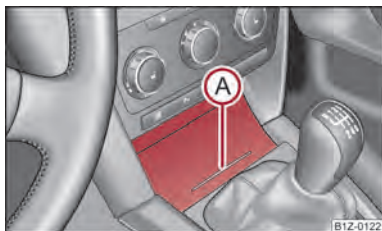

Fig. 79 Console centrale AV : Vide-poches
- Appuyez sur la partie inférieure du couvercle du vide-poches au niveau (A) ⇒ fig. 79 - le couvercle s'ouvre.